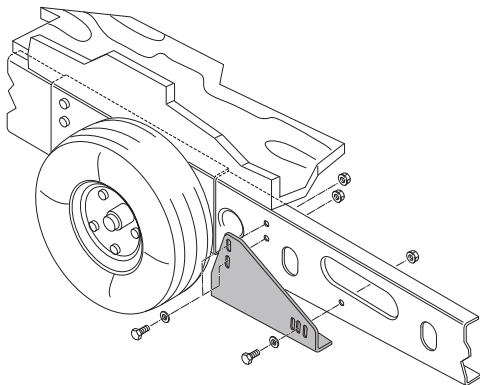

Fig. 13
- Convient aux caravanes jusqu'à 1800 kg avec un châssis AL-KO Vario III / AV d'une épaisseur du cadre inférieure à 2,8 mm (Fig. 13).